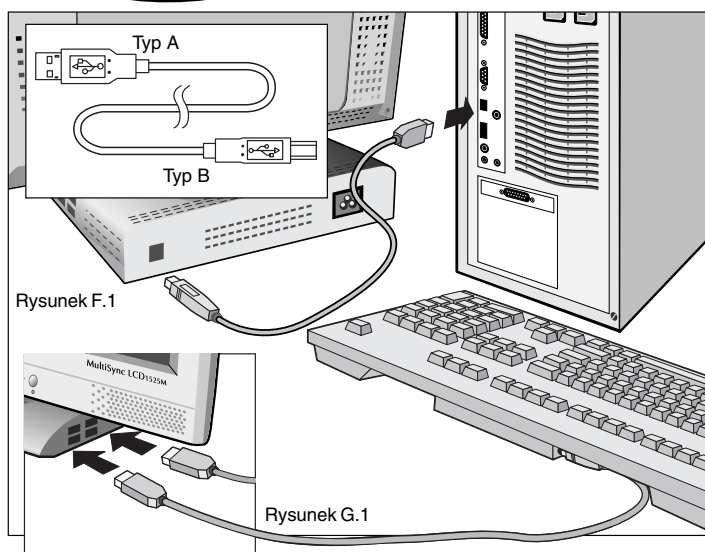

Rysunek D.1
4. Włóż kabel audio do gniazda "AUDIO INPUT" w tylnej części monitora, a jego drugi koniec do zacisku "Audio out" komputera. Umieść kabel audio w zacisku C (Rysunek D.1). Ponownie załóż pokrywę złącza i pokrywę przewodu.